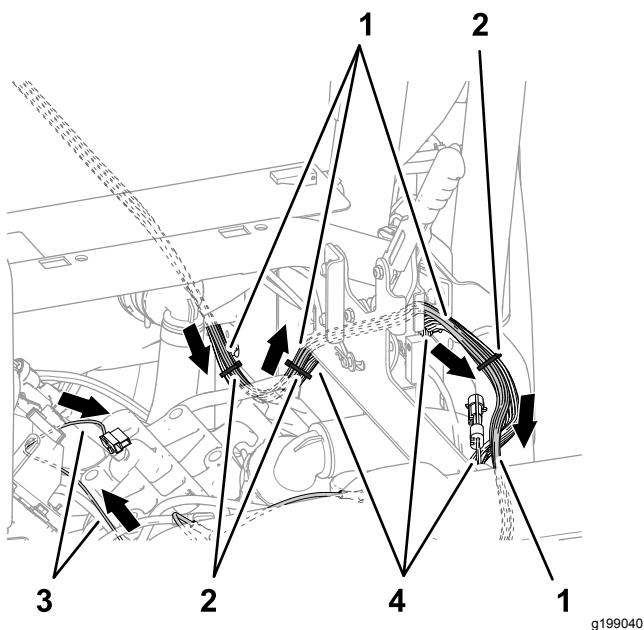
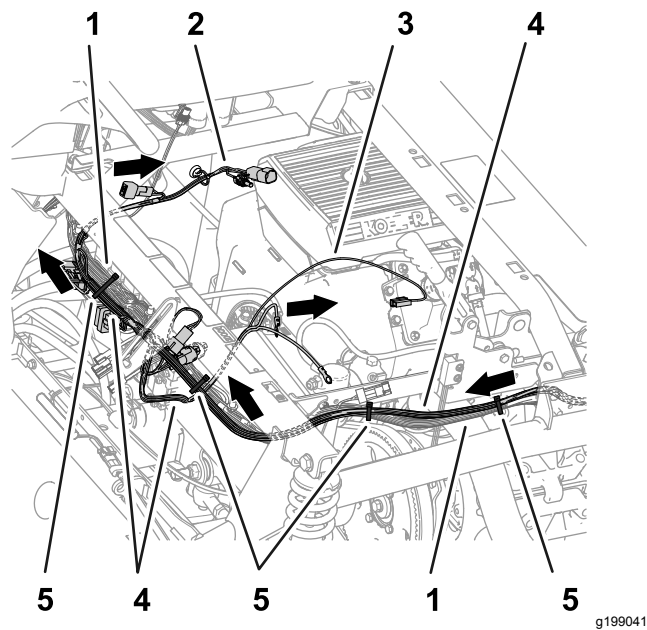

Figura 83
Figura 84
4. Disponete le diramazioni di 84 cm, 60 cm e 66 cm del cablaggio preassemblato del kit lungo il cablaggio preassemblato della macchina, all'esterno del gruppo freno di stazionamento (Figura 83).
5. Disponete le diramazioni di 84 cm, 60 cm e 66 cm del cablaggio preassemblato del kit attraverso il tubo di supporto degli ammortizzatori, come illustrato nella Figura 84.
6. Fissate il cablaggio preassemblato del kit al cablaggio preassemblato della macchina, come illustrato nella Figura 82, Figura 83 e Figura 84.